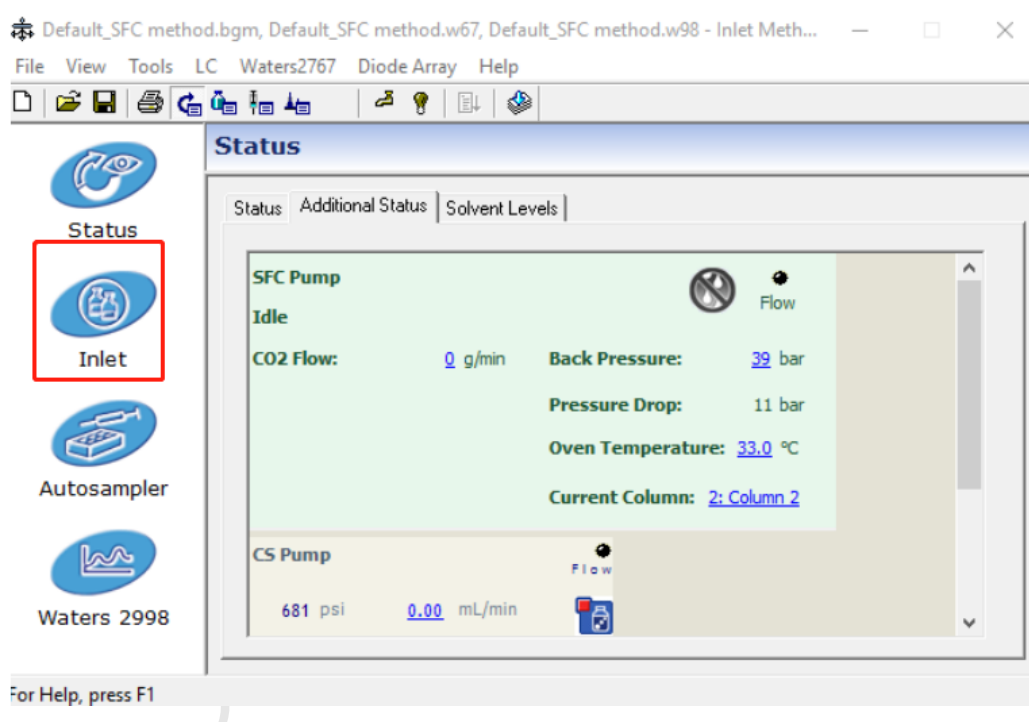

图 6-19
- 在Inlet Method方法编辑窗口（图6-19），点击Inlet选项，弹出Modify Instrument Method窗口